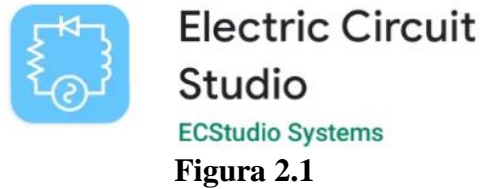

Figura 2.1
2.1 – Baixar o aplicativo na Play Store (**Figura 2.1**).